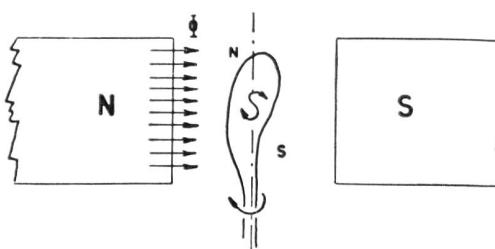

Fig. 133
**Genaue Regel:** **Wird eine von einem Strom durchflossene Drahtschleife (oder ein aus mehreren Schleifen bestehender Rahmen) in ein Magnetfeld gebracht, wirkt darauf eine mechanische Kraft, die diese so zu drehen versucht, dass sie von ihrer «Südseite» aus vom maximalen Magnetfluss durchflossen wird (Fig. 133).**
Auf die Schleife in Fig. 133 wirkt also eine Kraft im Uhrzeigersinn, bis ihre Südseite dem Nordpol des Magneten parallel ist, d.h. dass auf dieser Seite der max. Fluss dieses Magneten eintritt.